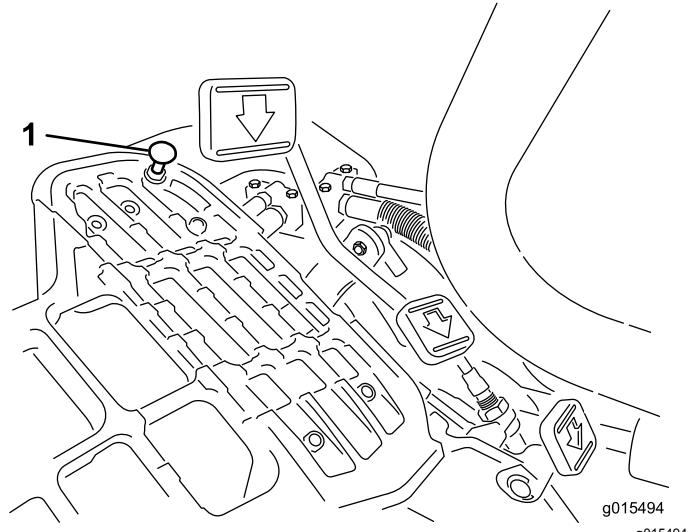

Bild 36
Stellen Sie den Funktionsschalthebel in die TRANSPORT-Stellung und treten Sie auf das Fahrpedal, um die maximale Transportgeschwindigkeit zu erreichen. Wenn das Pedal den Anschlag erreicht (**Bild 36**), bevor das Kabel gespannt ist, führen Sie folgende Einstellungsschritte aus:
1. Stellen Sie den Funktionsschalthebel in die TRANSPORT-Stellung lösen Sie die Sicherungsmutter, mit der der Pedalanschlag an der Bodenplatte befestigt ist (**Bild 36**).